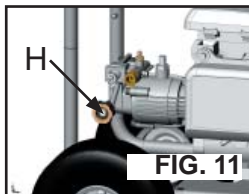

FIG. 11
1. **Saisissez l'extrémité du filtre (H)** et retirez-le de l'orifice d'entrée d'eau de la pompe, tel qu'illustré. (Fig. 11)